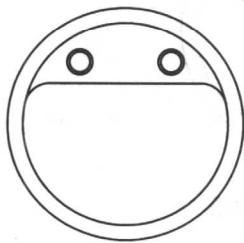

图 5-6 镜像复制图形
6. 选择“修改”/“镜像”命令,将圆向右镜像复制,结果如图5-6所示。